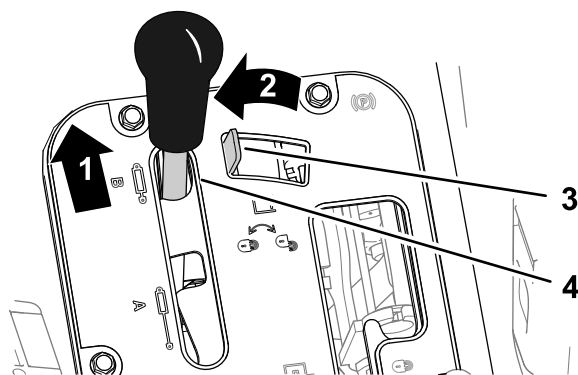
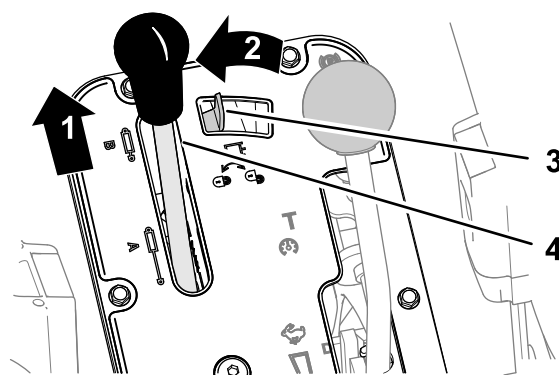

Figura 89
Figura 90
1. Empurre a alavanca de elevação hidráulica para a frente (Figura 89 ou Figura 90).
2. Mova o bloqueio da elevação hidráulica para a esquerda para engatar o bloqueio (Figura 89 ou Figura 90).